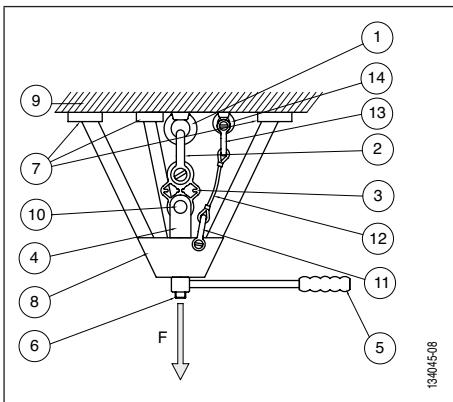
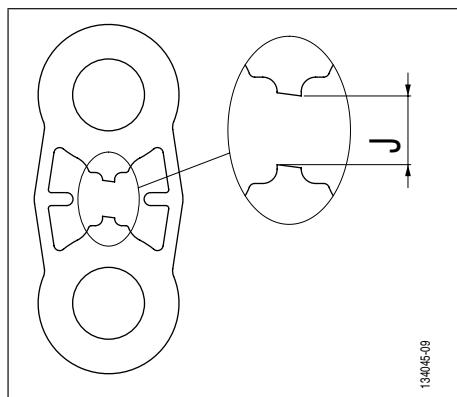

Fig. 6
Fig. 7
- 1 appareil de mise en charge à actionnement manuel de type tré pied (voir Fig. 6, page 12, chapitre 4.2. Schéma),
- 1 dispositif de sécurité pour la retenue du dispositif de mise en charge, en cas de rupture du point d'ancre à tester, comprenant (voir Fig. 6, page 12):
- 1 élingue de sécurité de longueur appropriée (voir Fig. 6, page 12, chapitres 4.2. Schéma et 4.3. Vérifications avant installation),
DANGER: Pour tester un point d'ancrage à l'aide de la plaquette de test TA, l'opérateur doit impérativement utiliser un appareil de mise en charge de type trépied à actionnement manuel qui aura été spécifiquement étudié et dimensionné en vue de pouvoir être utilisé pour la mise sous charge de traction sans risque du point d'ancrage à tester (Fig. 6) ou tout autre appareil de mise sous charge de traction de la plaquette de test TA spécialement étudié et dimensionné pour être utilisé en toute sécurité.
L'ensemble des vérifications avant installation décrites ci-dessous, fait référence à la Fig. 6.
L'ensemble de la procédure décrite ci-dessous, fait référence à la Fig. 6.
DANGER: Le jeu 'J' maximum (*Fig. 7, page 13*) ne doit pas dépasser 15 mm.
1. Augmenter progressivement la charge en agissant sur l'appareil de mise en charge (*Fig. 6, page 12*, repère 8). L'opérateur devra impérativement regarder en permanence la plaquette afin de pouvoir stopper la mise en charge juste après la rupture de la section 'S' de la plaquette (*Fig. 7*).
2. A la rupture de la section indicatrice 'S' de la plaquette de test TA (*Fig. 7*), l'opérateur doit immédiatement stopper son action sur l'appareil de mise en charge au risque de rompre totalement la plaquette.
L'ensemble de la procédure décrite ci-dessous, fait référence à la *Fig. 6, page 12*.
8. De continuer la mise en charge de la plaquette de test TA après rupture de la section indicatrice 'S' (cf. chapitre 5.2. *Procédure de mise en œuvre du test de traction*, *Fig. 7, page 13*).